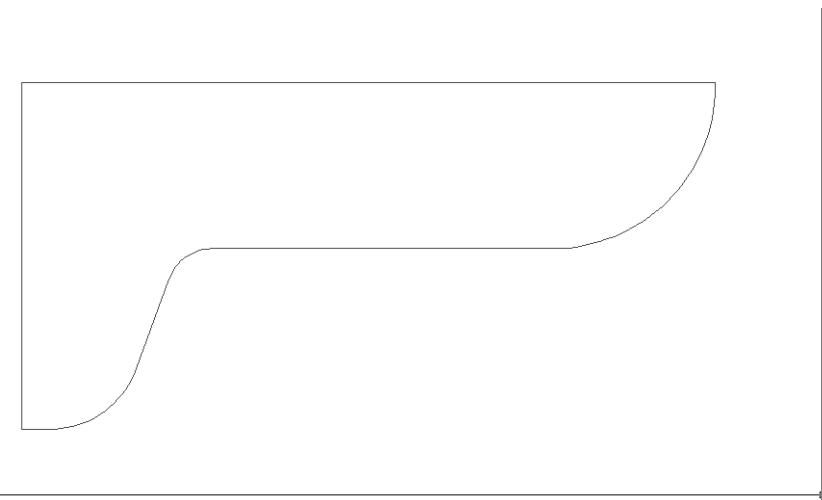

Рис. 6.36 ▼ Контур столешницы создан
11. Удалите вспомогательную вертикальную линию. Чертеж должен иметь вид, представленный на рис. 6.36.